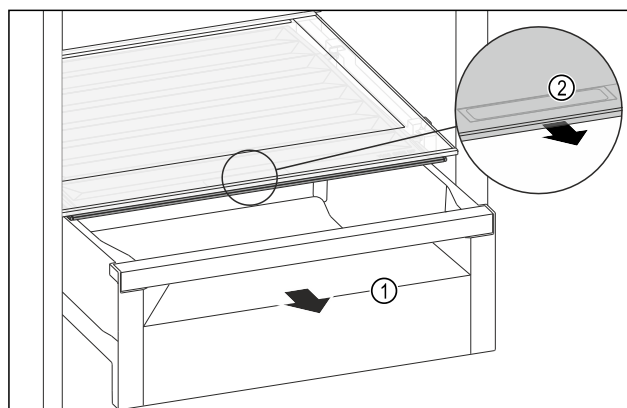

Fig. 150
- Zásuvku Fig. 150 (1) vytáhněte.
- Uchopte prohlubeň pro rukojeť Fig. 150 (2) na víko zásuvky a současně zatáhněte za víko zásuvky směrem dopředu.